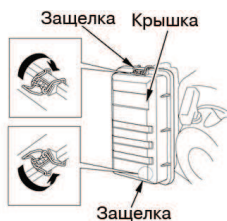

рис. 3
6.4.1 Демонтируйте крышку (рис. 3). При отделении крышки от корпуса не повредите уплотнение. Снимите фильтрующий элемент (рис. 3).